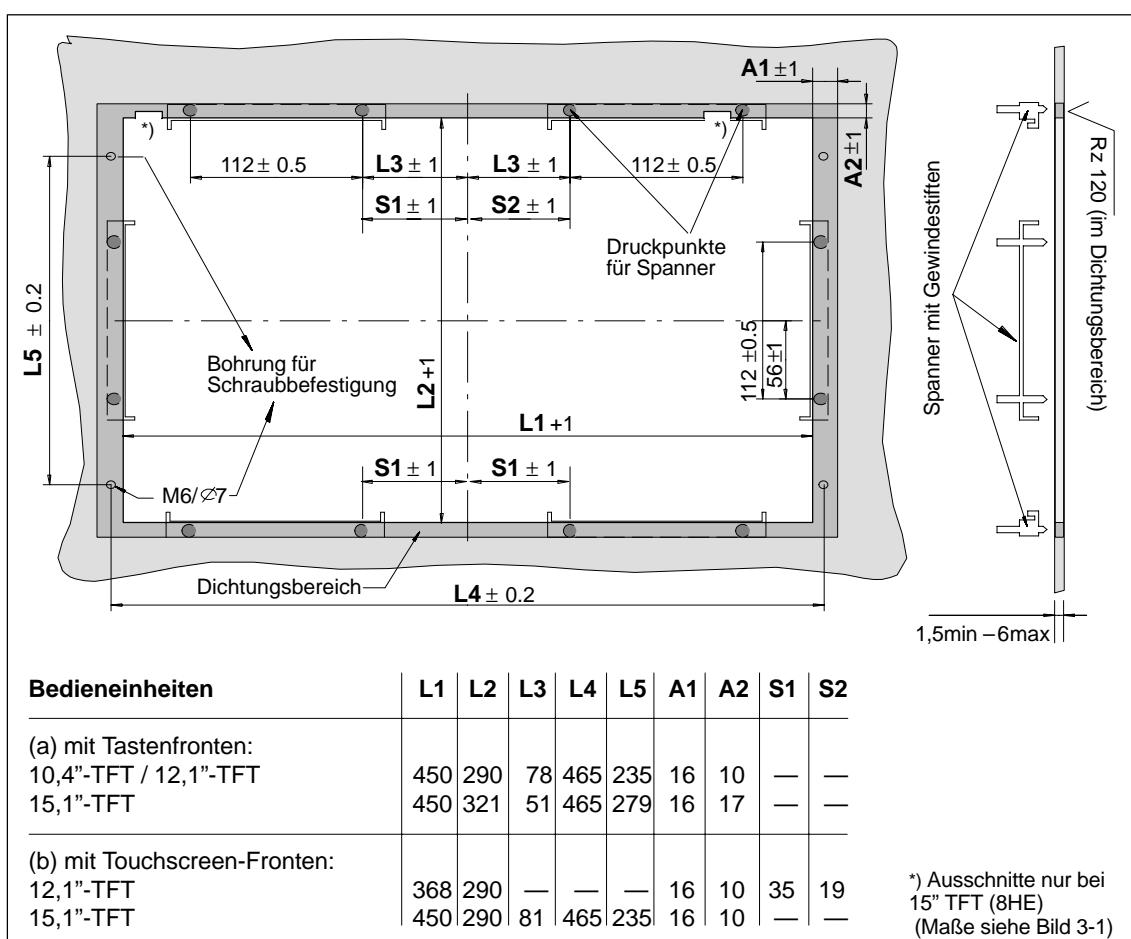

Bild 3-3 Maße zum Einbau der Bedieneinheit Panel PC 670
2. Fixieren Sie die Bedieneinheit im Montageausschnitt von hinten mit Hilfe der sechs Spanner (siehe Bild 3-3) durch Anziehen der Gewindestifte (Drehmoment 0,4 - 0,5 Nm).
1. Bohren Sie geeignete Löcher um den vorbereiteten Montageausschnitt (siehe Kapitel 3.1) gemäß den Angaben zu L4 und L5 in Bild 3-3.
1. Bohren Sie geeignete Löcher neben dem vorbereiteten Montageausschnitt (siehe Kapitel 3.1) gemäß den Angaben zu L4 und L5 in Bild 3-3.
Falls notwendig, können Sie jetzt die Bedieneinheit ausbauen, indem Sie die 6 Spanner lösen, mit der die Bedieneinheit an der Einbauwand befestigt ist (siehe Bild 3-3).
3. Lösen Sie die vier (unverlierbaren) Rändelschrauben, mit denen die Rechnereinheit an der Rückseite der Bedieneinheit befestigt ist (siehe auch Bild 3-3).
Falls notwendig, können Sie auch die Bedieneinheit ausbauen, indem Sie je nach Ausführung sie entweder abschrauben oder die 6 Spanner lösen, mit der die Bedieneinheit an der Einbauwand befestigt ist (siehe Bild 3-3).